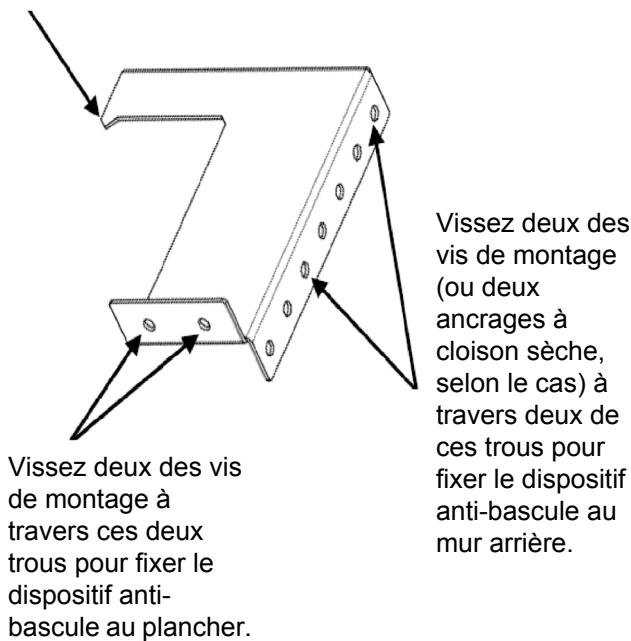

Figure 13: Support anti-bascule
- Dans tous les cas, vous devez utiliser au moins deux vis de montage pour fixer le support anti-bascule au plancher, ou deux vis de montage (ou ancrages pour cloison sèche) pour le fixer au mur situé derrière l'appareil (voir *Figure 12* et *Figure 13*).